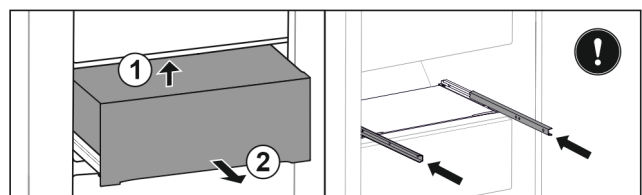

Fig. 126
- Schubfach von unten hinten anheben. Fig. 126 (1)
- ▶ Schubfach nach vorne entnehmen. Fig. 126 (2)